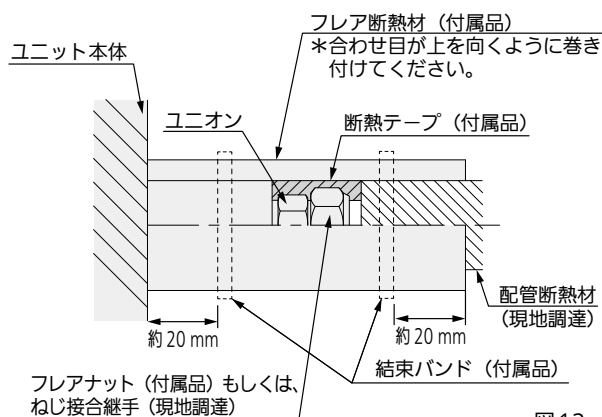

図 12
- 図 12 に従って液管・ガス管とも、断熱してください。フレアナット部もしくは、ねじ接合継手部に断熱テープ（付属品）を巻き付けてください。配管接続部にはフレア断熱材（付属品）を隙間がないように巻き付け、結束バンド（付属品）で締め付けてください。結束バンドの余分な部分は切断してください。